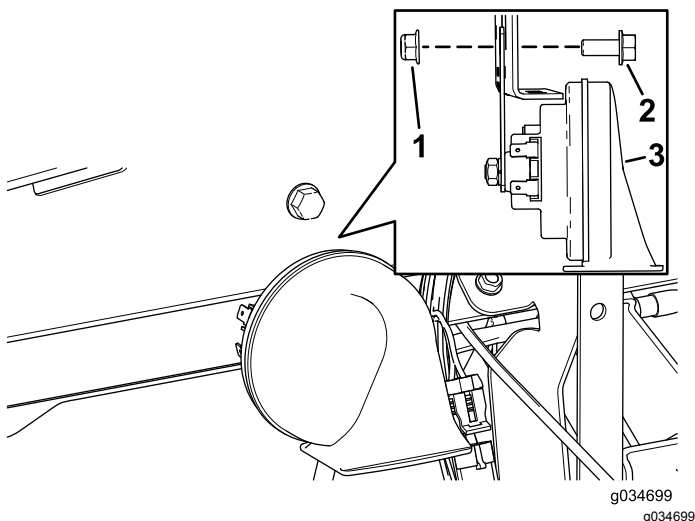

Figura 3
2. Instale el conjunto del claxon de 48 V en el taladro existente en el soporte del salpicadero con el tornillo de cabeza hexagonal (5/16" x 3/4") y la tuerca con arandela prensada (5/16"), tal y como se muestra en la Figura 3.
Nota: El soporte en el conjunto del claxon y la tuerca con arandela prensada (5/16") se encuentran situados en el interior del soporte del salpicadero (Figura 3).